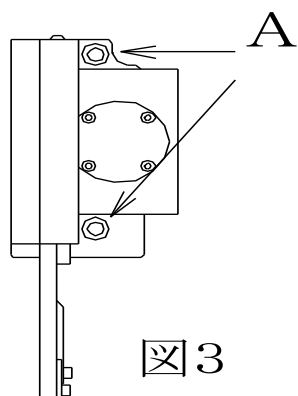

図3
(図3参照)
- “カッターブロック”を取り付けます。カップリングの凹凸、ピン、ロックピンとロック穴を正確に合わせ取り付け、図3のAのネジを締めて下さい。